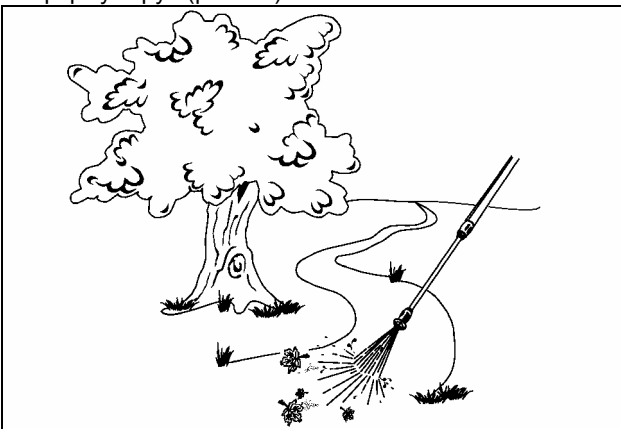

Рис. 11. Проверка формы струи
2. Направьте наконечник на твердую поверхность и нажмите курок водяного пистолета, чтобы проверить форму струи (рис. 11).